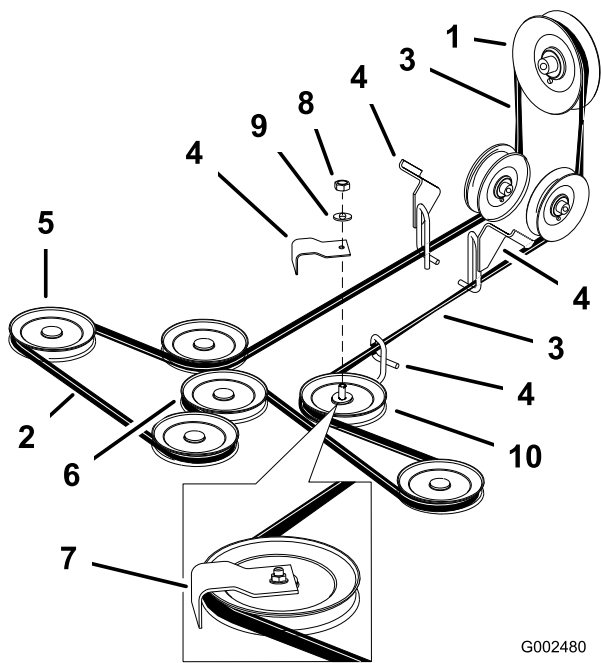

Figure 57
4. Desserrez l'écrou de fixation de la plaque du bras de tension et déplacez la plaque pour détendre la courroie sur la poulie de tension (Figure 57).
6. Dégagez la courroie de tablier de coupe des guides et enlevez-la (Figure 57).
7. Installez la courroie neuve autour des poulies d'axe et de la poulie de tension du tablier de coupe, dans les guides de courroie, dans l'ensemble bras de tension arrière et l'embrayage (Figure 57).
**Remarque:** Vérifiez le vrillage de la courroie entre les poulies. Il doit être conforme aux spécifications de la Figure 57.
**Important:** Vérifiez le vrillage de la courroie entre les poulies. Il doit être conforme aux spécifications de la Figure 57.